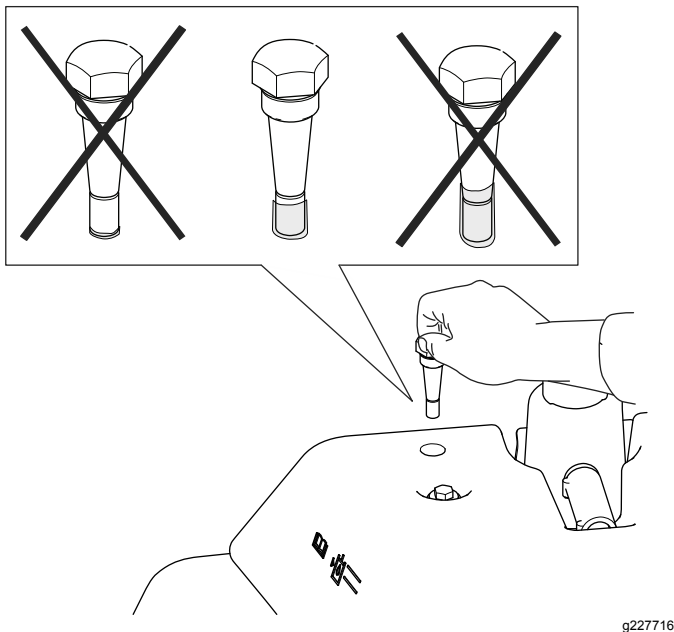

Figure 55
4. Ressortez la jauge et contrôlez le niveau de liquide. Il est suffisant s'il se situe entre les deux repères sur la jauge. Si le niveau de liquide n'est pas entre les repères maximum et minimum, rectifiez le niveau (Figure 55).